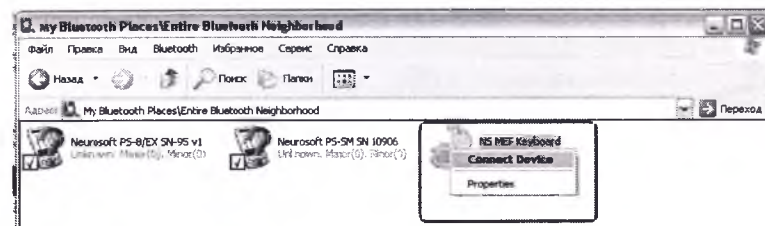

Рис. 18
5. Щелкнув правой кнопкой мышки, выберите команду **Connect Device** (рис. 18).